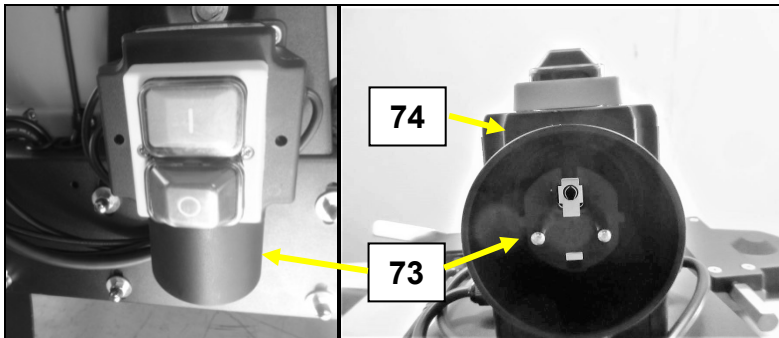

Fig 65
La machine est équipée d'une prise mâle (73) située sous le boîtier de commandes électrique (74) (Fig 65).